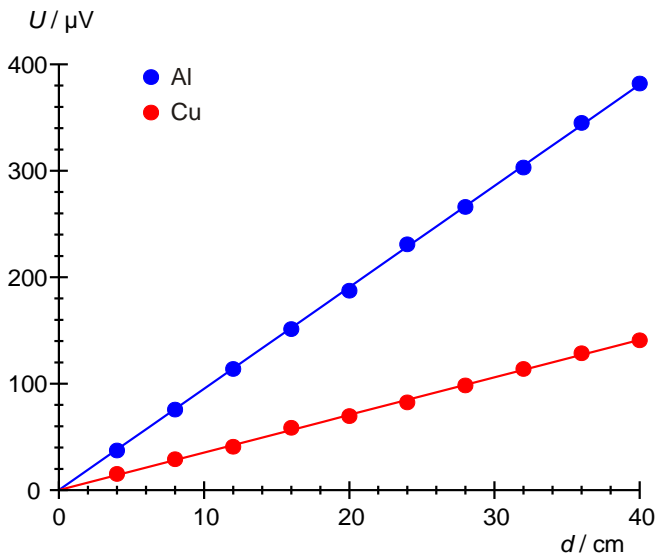

Fig. 3: Diagramme U-d pour le cuivre et l'aluminium
- Tracer les tensions mesurées U (Tab. 1) dans un diagramme en fonction des écarts d pour la barre conductrice de chaleur en cuivre et en aluminium (Fig. 3) et adapter à chaque fois une droite aux points de mesure.